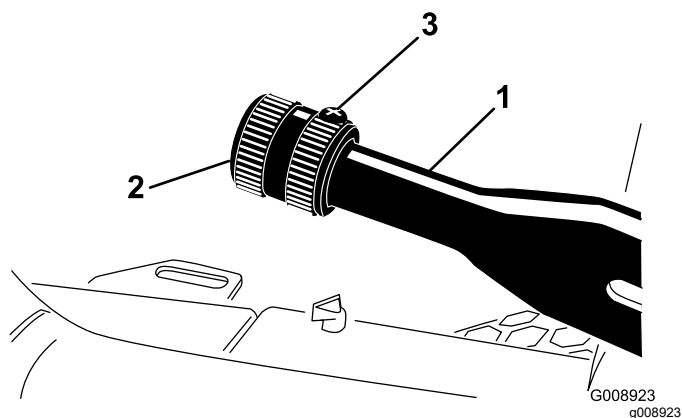

Figure 60
1. Desserrez la vis de fixation du bouton sur le levier du frein de stationnement (Figure 60).